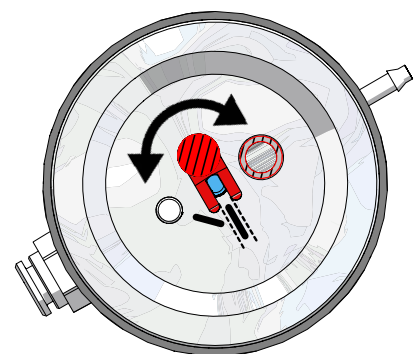

Fig. 13
- ⇒ Allineare l'ugello dosatore nei serbatoi da 25 - 70 µm (Fig. 13)!